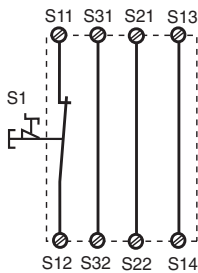
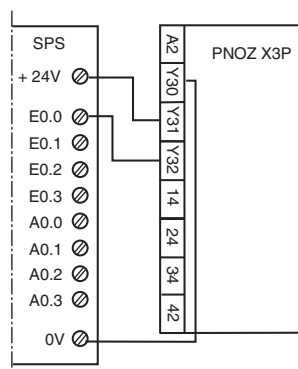

Fig. 2: Circuito de entrada monocal, rearme automático/Circuito di ingresso monocale, start automatico/Eenkanalig ingangscircuit, automatische start
Fig. 11: Ejemplo de conexión para salida de semiconductor/Esempio di collegamento per uscita a semiconduttore/Aansluitvoorbeeld van halfgeleideruitgang
En las Fig. 2 ... a Fig. 11 se presentan ejemplos de conexión para modo de conexión de parada de emergencia con rearme automático y manual, control de puerta protectora así como multiplicación de contactos mediante contactores externos.
- Fig. 2 y 7: **no hay** conexión S33-S34
In Fig. 2 ... Fig. 11 sono riportati degli esempi di collegamento per il cablaggio dell'arresto di emergenza con start automatico e controllato, per il controllo finecorsa di ripari mobili, nonché per l'aumento del numero dei contatti mediante relè esterni.
- Fig. 2 e 7: **nessun** collegamento S33-S34
In fig. 2 ... fig. 11 worden aansluitvoorbeelden gegeven van noodstopshakeling met automatische en bewaakte start, hekbewaking en contactvermeerdering door middel van externe magneetschakelaars.
- Fig. 2 en 7: **geen** verbinding S33-S34